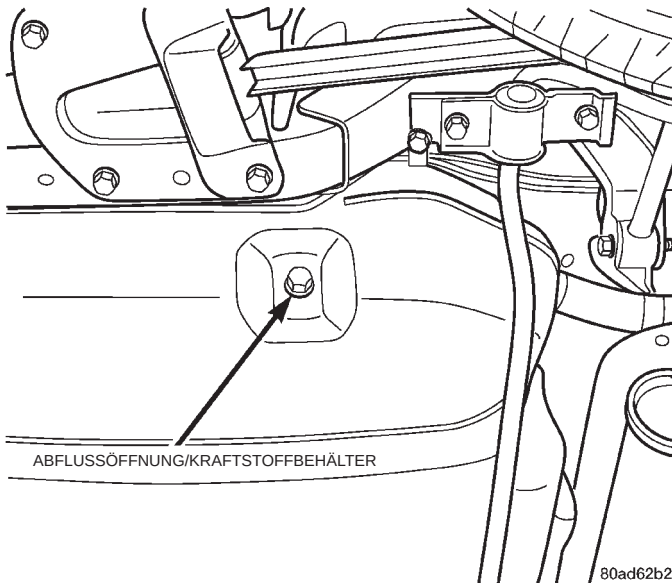

Abb. 24 Abflußöffnung/Kraftstoffbehälter
- (5) Das Fahrzeug anheben und sicher abstützen.
- (6) Den Kraftstoffbehälter entleeren. Näheres hierzu siehe "Kraftstoffbehälter entleeren" im Abschnitt "Kraftstoffversorgung" in Kapitel 14 (Abb. 24).